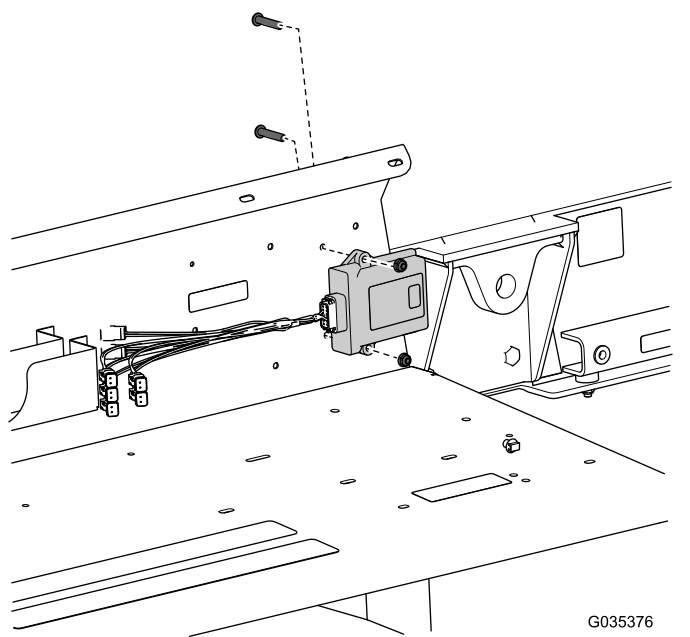

Рисунок 3
7. Снимите базовый модуль и жгут проводов с ограждения крыла (Рисунок 3).